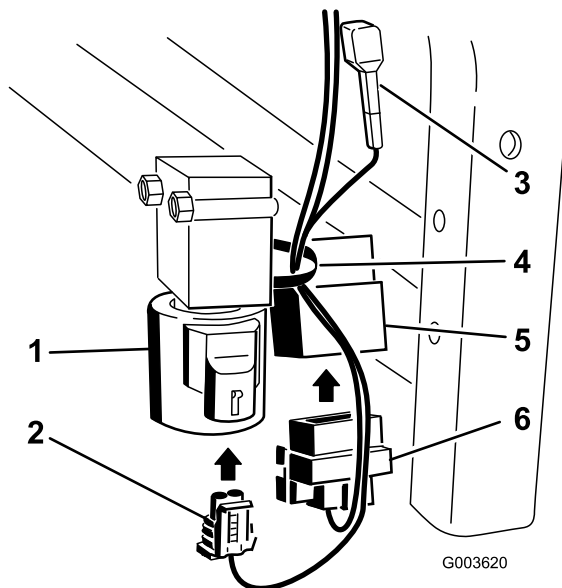

Figure 36
8. Connectez le connecteur carré au relais situé près de la vanne (Figure 36).
9. Montez le petit connecteur sur la vanne (Figure 36).